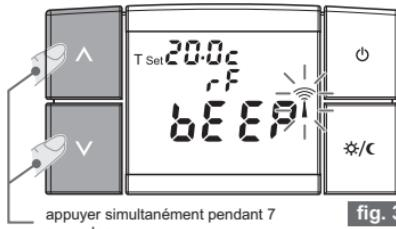

fig. 3
- Le symbole de l'antenne clignotera pendant 3 secondes sur l'écran (fig. 3).